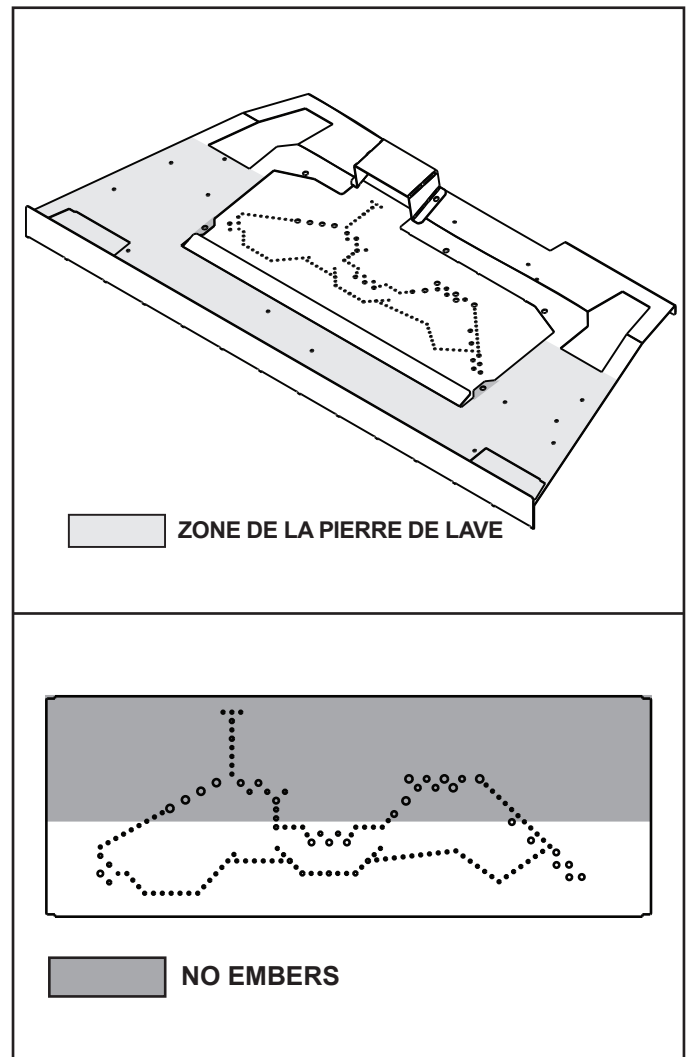

Figure 9.3 Disposition de la pierre de lave et des braises
- Placer la pierre de lave sur l'avant et les côtés du brûleur. Voir la figure 9.3.
- Les braises ne PEUVENT PAS être disposées directement sur les orifices de brûleur, comme indiqué à la figure 9.3, ou dans la zone de la veilleuse, comme indiqué à la figure 9.3.
- Les braises peuvent être disposées sur les orifices des zones indiquées à la figure 9.3. Ces braises doivent être disposées sans structure par-dessus des orifices, sans les presser sur ou dans les orifices. Disposez en une seule couche ne dépassant pas une épaisseur de 6 mm (1/4 po).